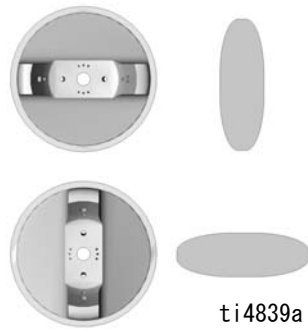

図 2
1. エアキャップを回転させて、希望のスプレーパターンを得ます。図 2 を参照してください。